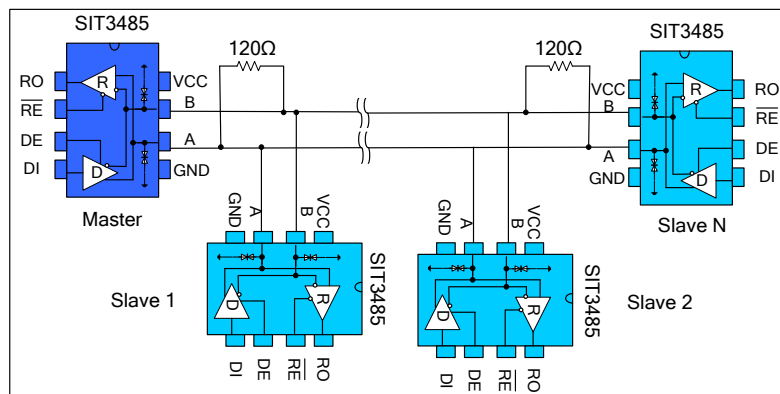

图 9 总线式 RS485 半双工通讯网络
**4.1 总线式组网:** SIT3485 RS485 收发器设计用于多点总线传输线上的双向数据通信。图 9 显示了典型网络应用电路。这些器件也能用作电缆长于 4000 英尺的线性转发器, 为减小反射, 应当在传输线两端以其特性阻抗进行终端匹配, 主干线以外的分支连线长度应尽可能短。